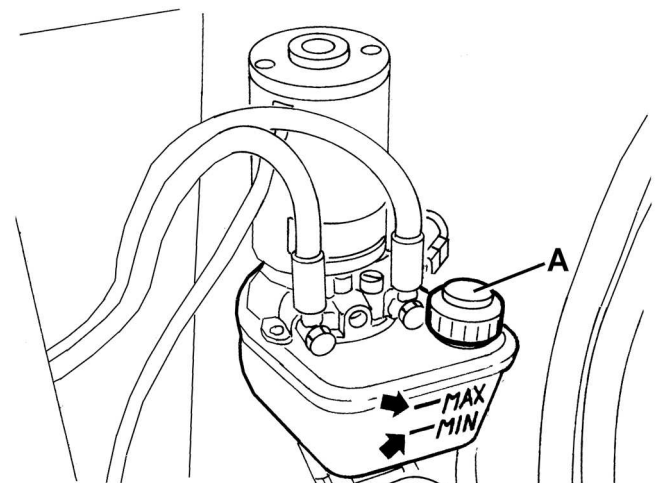

Figure 21
1. Tourner la clé de contact (61) sur «0» et serrer le frein de stationnement.
2. Ouvrir le coffre du logement batteries (18) avec la poignée (41) et le fixer au moyen de la tige de sécurité (52).
3. Contrôler que le niveau d'huile dans le réservoir de la centrale hydraulique (51) est compris entre les repères de niveau minimum (MIN) et maximum (MAX) indiqués dans la figure 21.
4. Si besoin est, rétablir le niveau au moyen du bouchon (A, Fig. 21) en utilisant l'huile spécifiée dans le paragraphe Caractéristiques techniques.
5. Dégager la tige de sécurité (52) et fermer le coffre (18).